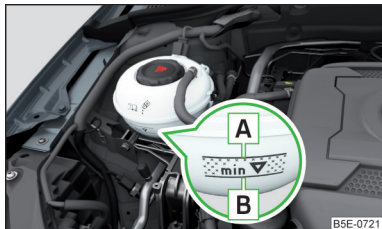

Fig. 320
Verificar el estado del líquido refrigerante - el líquido refrigerante tiene que estar entre las marcas **A** y **B** » **fig. 320.** Si el estado del líquido refrigerante está debajo de la marca **B**, rellenar el líquido refrigerante.
La **especificación** del líquido refrigerante se encuentra en el depósito de compensación del líquido refrigerante » **fig. 320.**
- No rellene el depósito de líquido refrigerante por encima de la marca **A** » **fig. 320.** El líquido refrigerante puede ser presionado por el calentamiento del sistema de refrigeración - Existe el peligro de un daño de las partes del vano motor.